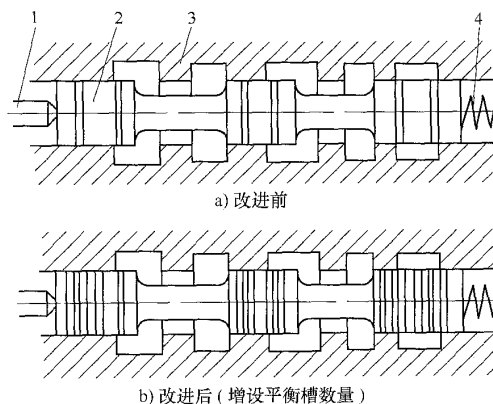

图4 增设平衡槽示意图
(3) 在阀芯表面上开设平衡槽 (如图4所示)，且保证平衡槽位置开设合理，使每一工作位置至少有一条以上平衡槽起作用。